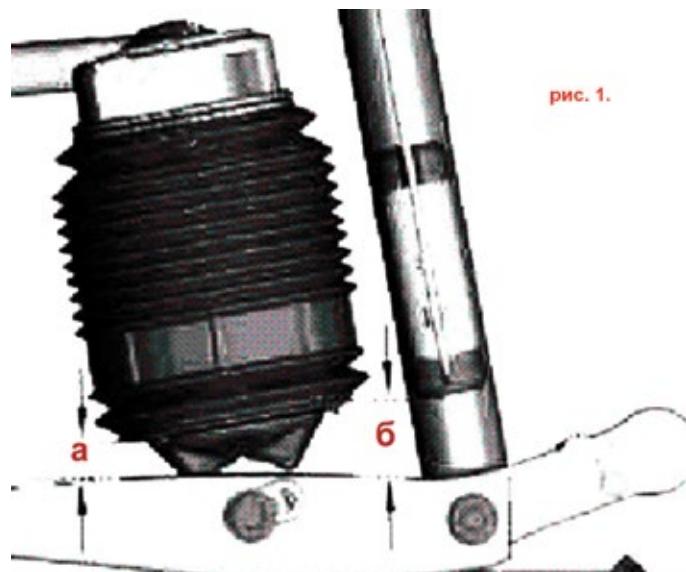

рис. 1.
8. Теперь давление в системе нужно поднять до 2 бар и снова проверить положение пружин. (Пневмопружина должна стоять прямо параллельно амортизатору. Наклон как на *рис. 1*, расстояние от рычага до основания